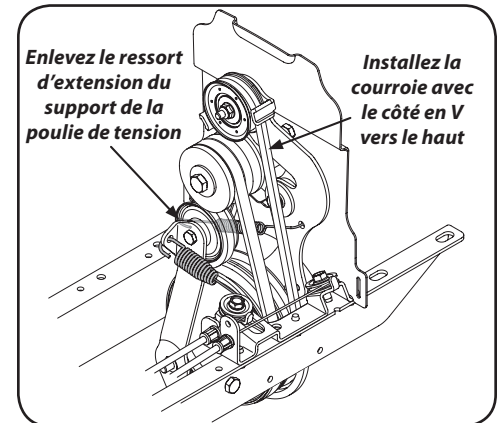

Figure 5-5
4. Enlevez le ressort d'extension du support de la poulie de tension. Voir Figure 5-5. À l'aide d'une pince à bec pointu, saisissez l'extrémité du ressort accrochée au châssis. Débranchez l'extrémité du ressort du châssis et relâchez doucement la tension en éloignant le ressort du châssis.